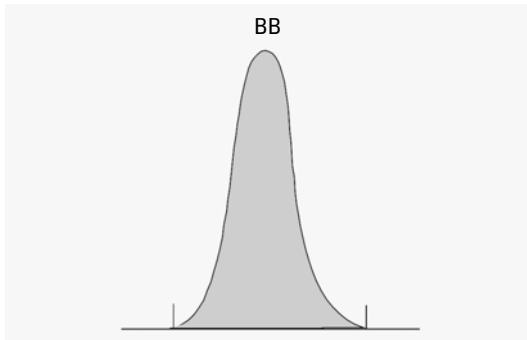

Figura 20 Misurazione dell'area di picchi da linea di base a linea di base
- per i picchi da linea di base a linea di base (BB), l'area sopra la linea di base fra l'inizio e la fine del picco, come nella Figura 20, pagina 47,